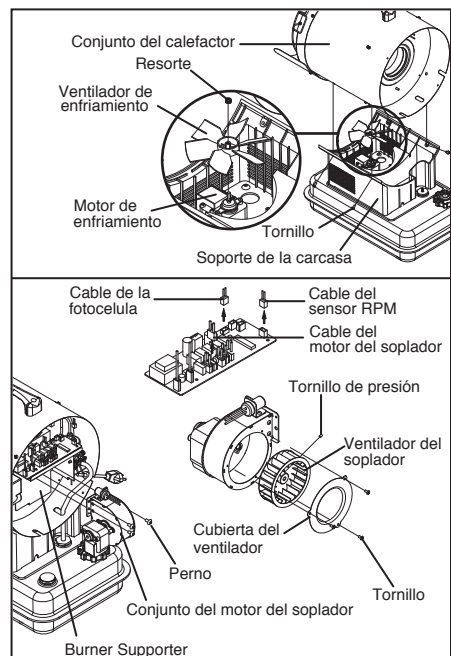

Figura 11. Retiro del ventilador
- 2) Desconecte 3 cables de la PCB de control (consulte la figura 11)